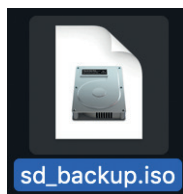

Рис. 5.14. Файл с расширением .iso
9. Измените расширение файла на **.iso** (рис. 5.14).